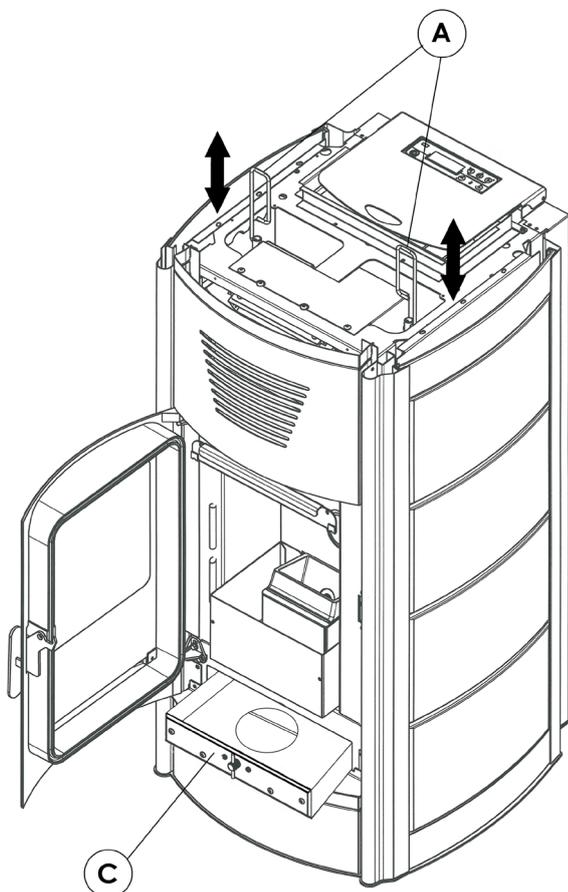
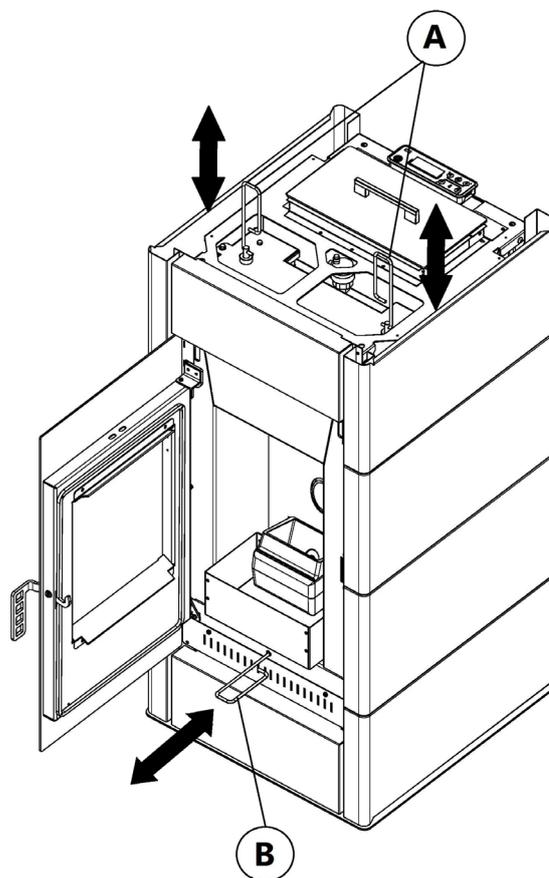

Fig. 39 - Limpieza del haz de tubos interno mediante rascadores (Aquos 15-22-22 H2O / Ibis 15-22-22 H2O / Idron 15-22-22 H2O)
Fig. 40 - Limpieza del cajón inferior (Ibis 11 / Idron 11)
- Limpie el haz de tubos – Utilizando el gancho que se le ha suministrado y sacuda con fuerza unas 5-6 veces las varillas colocadas en la tapa superior (A en **Fig. 39 a pág. 46** y **Fig. 40 a pág. 46**). Dicha operación elimina el hollín que se deposita en los conductos de humos del intercambiador durante el funcionamiento normal de la estufa.
- Limpie la zona del paso de humos véase **Fig. 39 a pág. 46** para los modelos AQUOS 15-22-22 H2O / IBIS 15-22-22 H2O / IDRON 15-22-22 H2O - Las estufas están dotadas de un cajón de recogida de cenizas C extraíble para recoger el hollín y la ceniza.
- Limpie la zona del paso de humos véase **Fig. 40 a pág. 46** para los modelos IBIS 11 / IDRON 11 - Abra la puerta, coloque el gancho que tiene la varilla del rascador B, sacúdalo con fuerza unas 5- 6 en su totalidad. Quite el gancho y vuelva a introducir completamente la varilla B en su alojamiento. De este modo ayuda al ventilador a expulsar las acumulaciones de hollín que han caído durante la limpieza del haz de tubos precedente (Después de sacudir las varillas A debe hacer lo mismo con el rascador B).